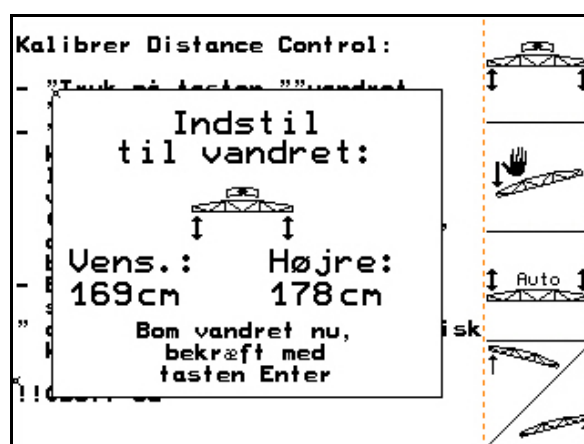

Fig. 30
4. Juster sprøjtebommen vandret. Den aktuelle højde for begge sensorer vises konstant (Fig. 30).